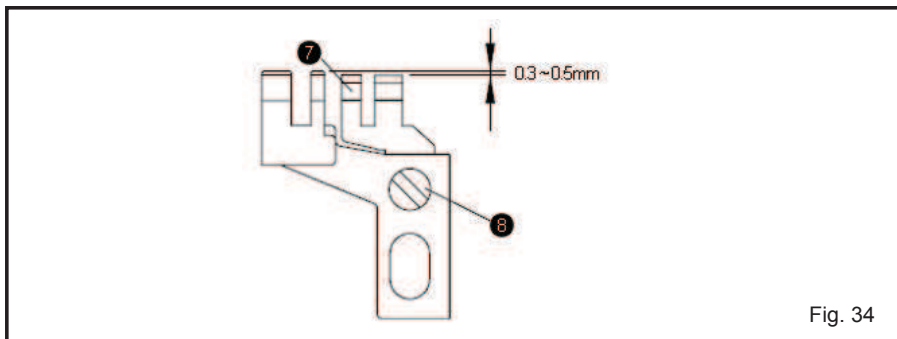

Fig. 34
3. Regule a altura do arrastador auxiliar. Os dentes laterais do arrastador auxiliar ⑦ é 0,3 ~ 0,5mm mais baixo do que o arrastador. a altura pode ser ajustada soltando o parafuso ⑧ .(Fig. 34)